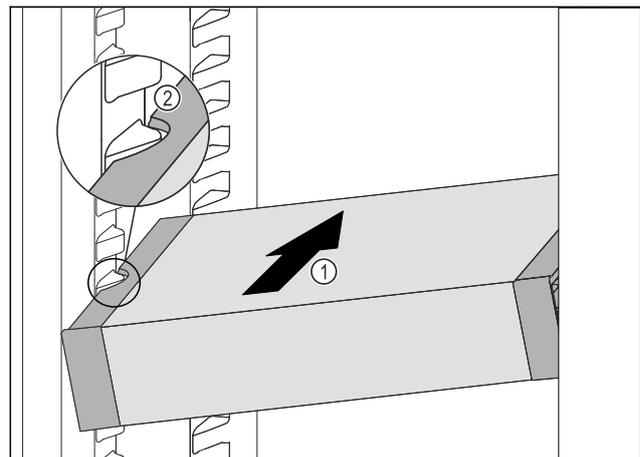

Fig. 107
- ▶ Insérer le VarioSafe en biais dans la partie réfrigérateur Fig. 107 (1) jusqu'à ce que les encoches latérales Fig. 107 (2) du VarioSafe se trouvent à la hauteur de la nervure du bac dans la partie réfrigérateur.